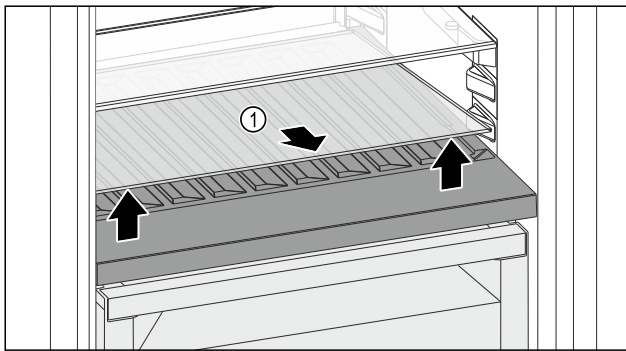

Fig. 84
- ▶ 抬起前部槽上的玻璃隔板 Fig. 84 (1) 并取出。
- ▶ 将玻璃隔板 Fig. 84 (1) 稳妥地放在冰箱外。
- ▶ 将玻璃隔板 (2) 放入可调瓶架下方。